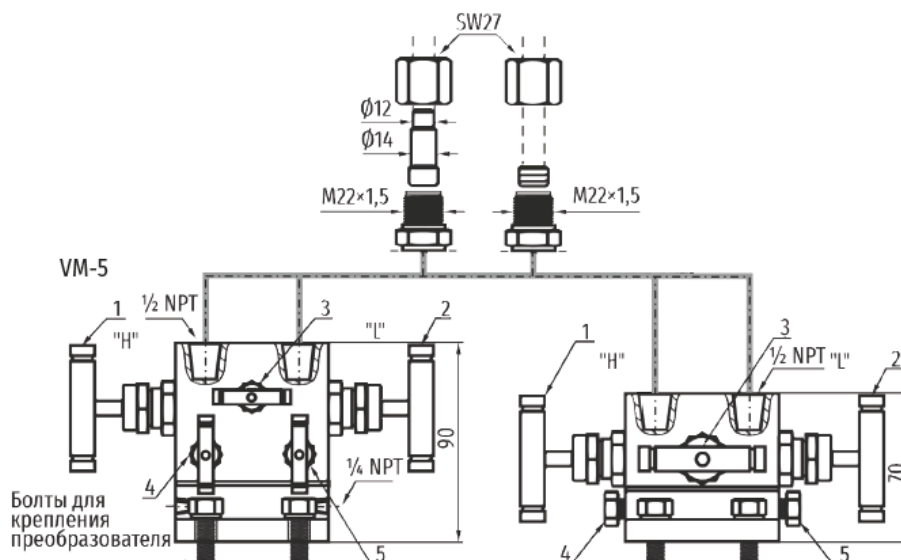

Рисунок 8 – Схема подключения вентилей VM-3 и VM-5
2.2.15 Преобразователи модификации PR-28 с соединительным устройством типа С монтируются с вентилями VM-3 или VM-5 (рисунок 8). Для крепления на трубе 2" либо плоской поверхности предлагается комплект крепежа С-2.